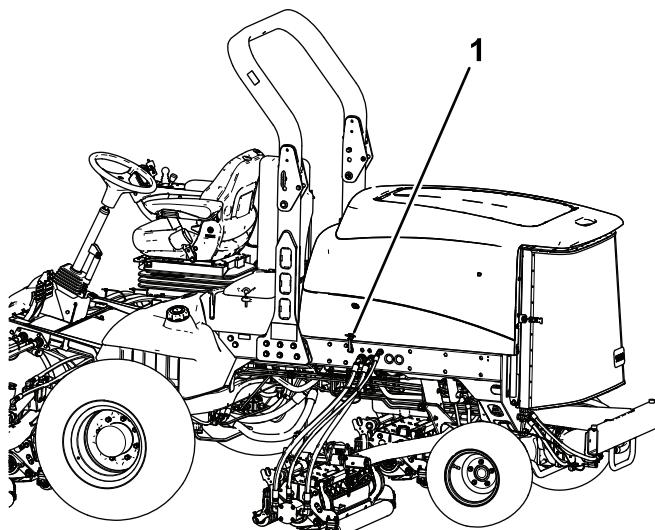

Рисунок 33
- Освободите защелку капота из кронштейна (Рисунок 33).